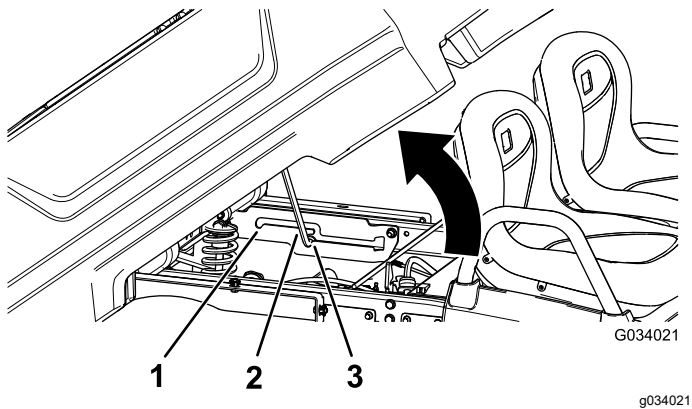

图 14
2. 将支撑杆拉入倾倒位置止动槽固定货斗以进行倾倒图 14。
2. 将支撑杆拉入维修位置止动槽固定货斗以进行维护图 14。
2. 将支撑杆拉出止动槽图 14。